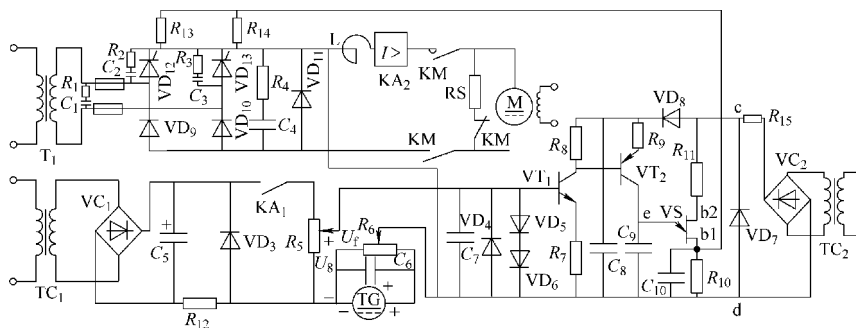

图 3-17 转速负反馈调速系统
44. 简述图 3-17 所示转速负反馈调速系统的工作原理。